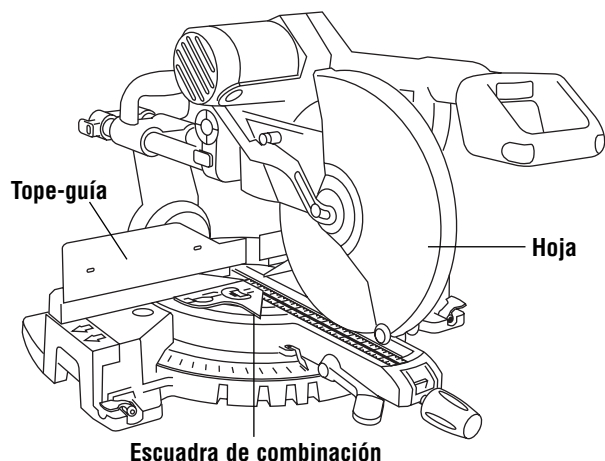

Figura 9. Hoja en ángulo recto con el tope-guía
2. Baje el ensamblaje del cabezal, saque el pasador de fijación y gírelo 90°, para fijar el ensamblaje del cabezal en la posición inferior. Asegúrese de que la mesa esté en el retén de 0° y apriete el pomo de fijación de inglete. Coloque una escuadra de combinación contra el tope-guía y junto a la hoja tal como se ilustra. Sitúe la escuadra adecuadamente para que no haga contacto con el diente de la hoja de sierra. La hoja de sierra debe hacer contacto con toda la longitud de la escuadra (Figura 9).